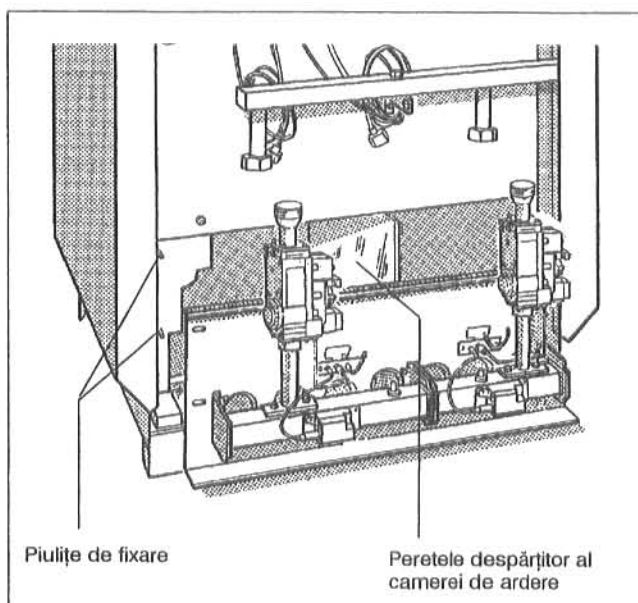

Fig. 40: Demontarea arzătorului de gaz
- Cele patru piulițe de fixare de la plăcuța arzătorului se desfac și **arzătorul se scoate afară drept**, pentru a nu se deterioara peretele despărțitor al camerei de ardere (Fig. 40).